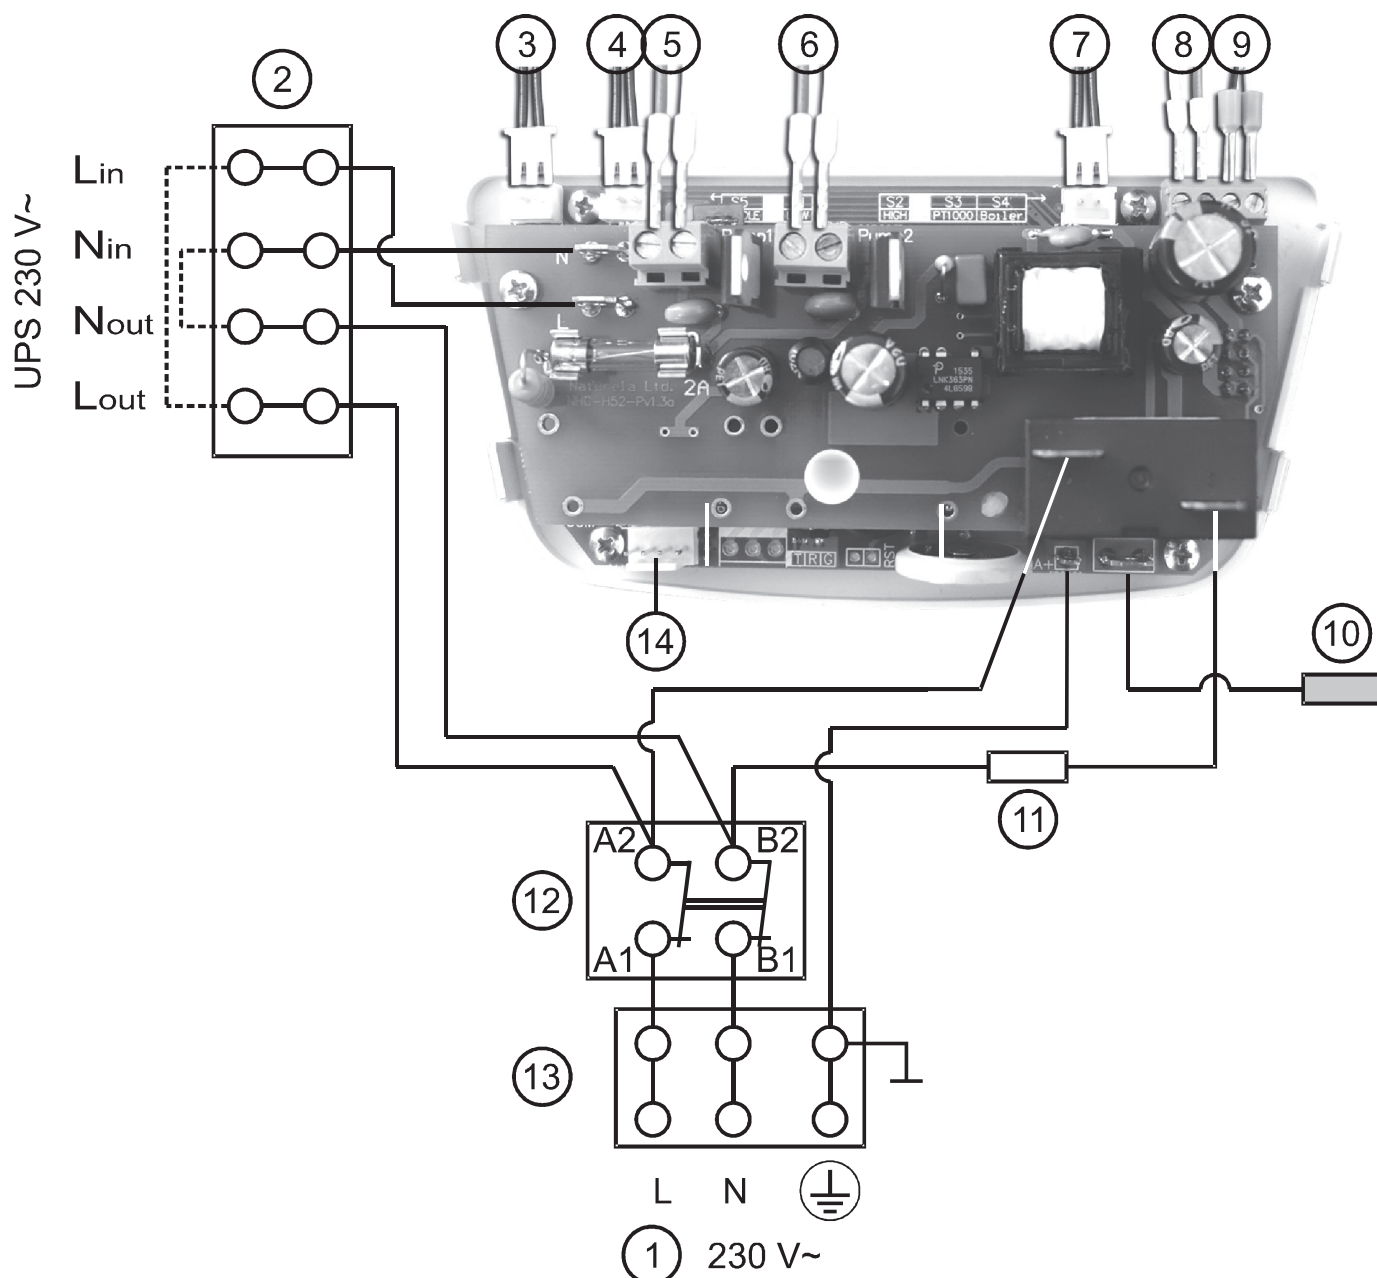

Fig. 2 - Einphasiger Anschluss der Elektroleitungen bei Warmwasserspeichern für Montage auf dem Raumboden
2.3 Einphasiger Anschluss der Elektroleitungen bei Warmwasserspeichern für Montage auf dem Raumboden (Fig. 2)